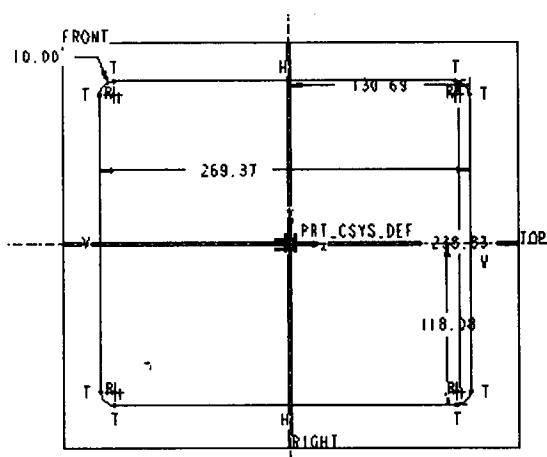
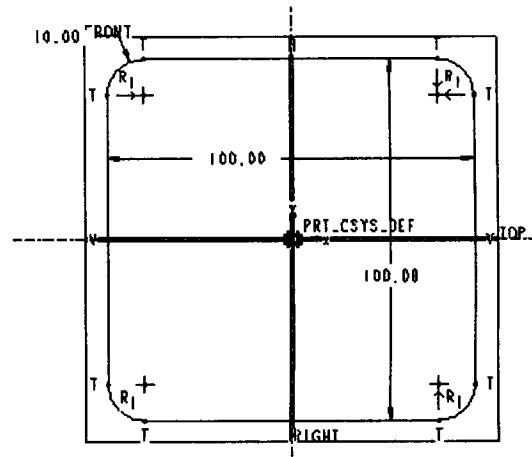

图 1-17 生成矩形宽度尺寸
图 1-18 将宽度和高度尺寸都修改成 100
(7) 点击“草绘”(Sketch)→“尺寸”(Dimension)→“垂直”(Normal)或点击右工具条上按钮 $\text{F}^\perp$ ，先点取最左边，再点取最右边，然后将鼠标箭头移到中间(确定尺寸数字的位置)，再按下鼠标中键，即生成矩形宽度尺寸。如图 1-17 所示。同样地生成矩形的高度尺寸。
(8) 点击右工具条上按钮 $\square$ ，出现几何约束对话框，点取对称约束按钮 $\text{++}$ ，首先选择垂直中心线，再选择左上圆弧与最左边的切点，接着选择右上圆弧与最右边的切点，则两切点被强制左右对称。同样地先选择水平中心线，再分别选择左上圆弧与最上边的切点与左下圆弧与最下边的切点，将两个切点强制地上下对称。
(9) 双击矩形宽度尺寸数字，将尺寸数字改为 100，双击矩形高度尺寸数字，同样地将尺寸数字改为 100。结果如图 1-18 所示。